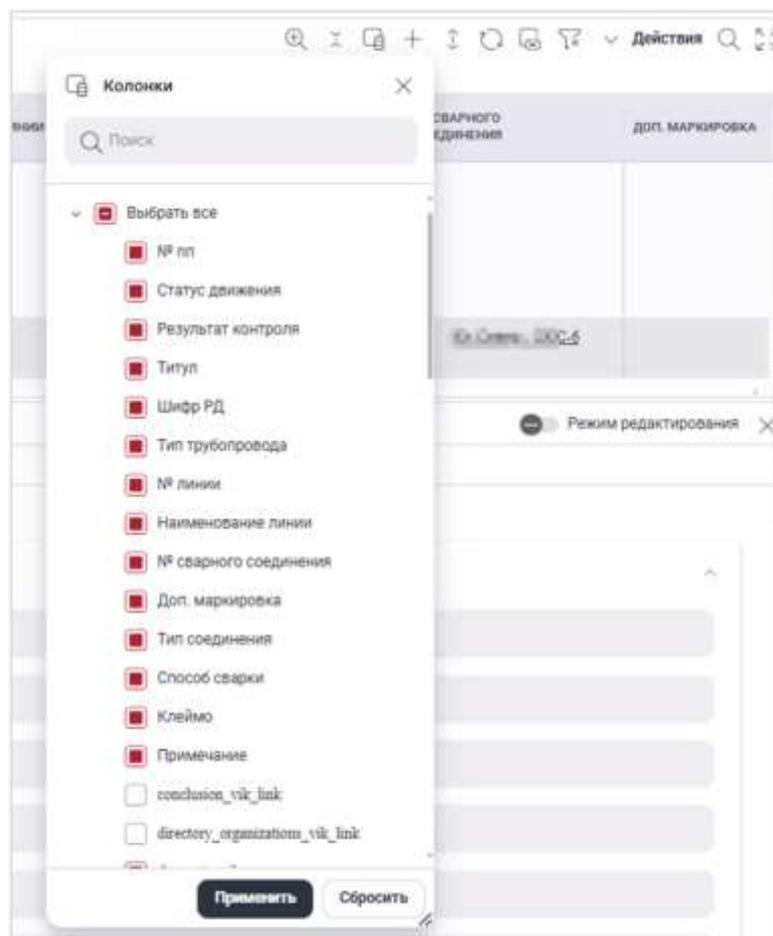

Рисунок 8. Настройка отображения столбцов
4. Выбор столбцов. Даёт возможность пользователю настраивать столбцы, которые необходимо отобразить или скрыть (Рисунок 8).